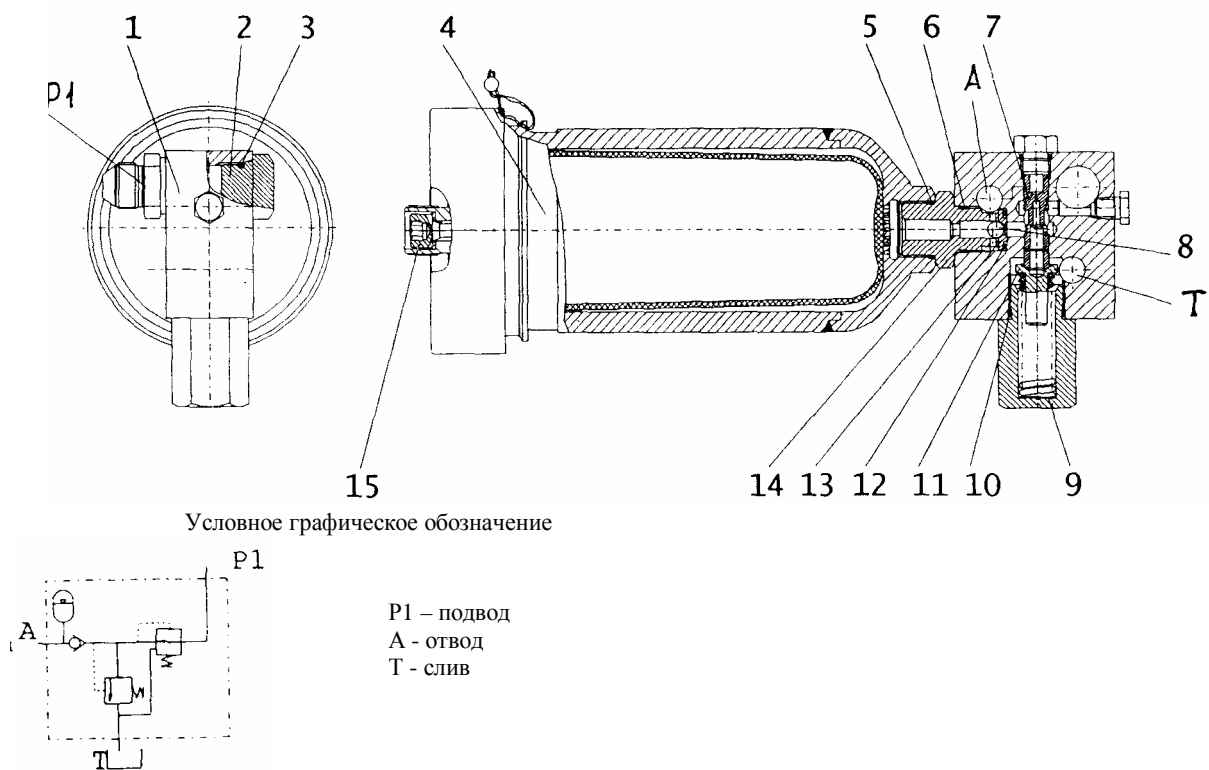

Рис. 37 Пневмогидроаккумулятор
9. ПНЕВМОГИДРОАККУМУЛЯТОР (рис. 37)